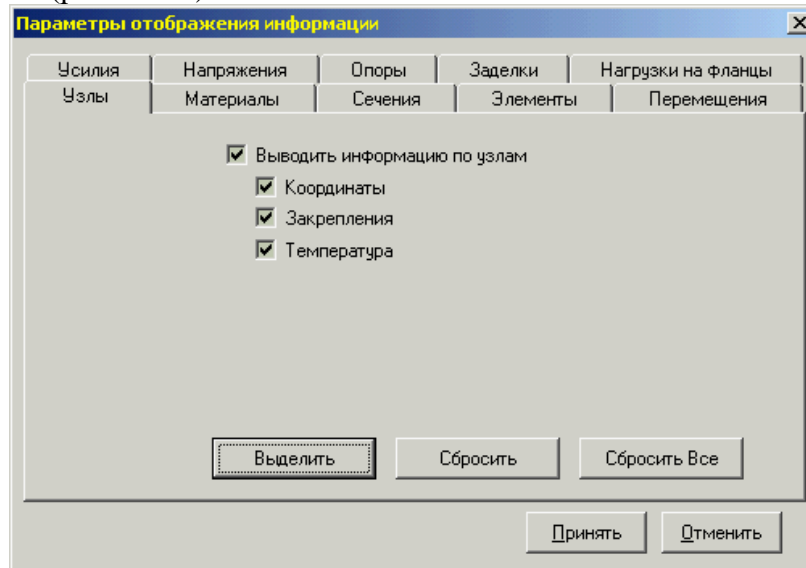

Рис.7.4.1. Диалоговое окно задания отображаемых результатов
2. Выполнить команду меню "Результат\Печатать отчет" ("Result\Out Html"). В результате появится диалоговое окно задания отображаемых результатов (см. рис. 7.4.1.). Данное окно состоит из набора закладок, которые соответствуют определенной группе информации (перемещения, усилия, напряжения и т.д.). Перелистывая закладки, можно настроить параметры вывода результатов расчета и исходных данных. В каждой закладке определен свой набор флагов, которые соответствуют параметру данной группы. Для